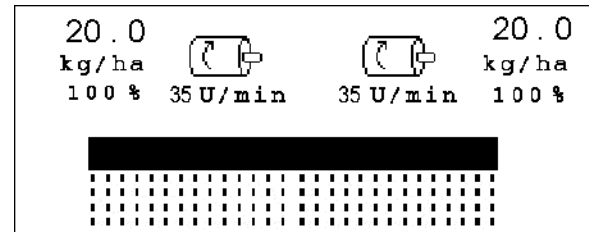

Рис. 43
- Устройство предварительной дозировки обеспечивает подачу посевного материала к сошникам в течение времени действия устройства (Рис. 43).